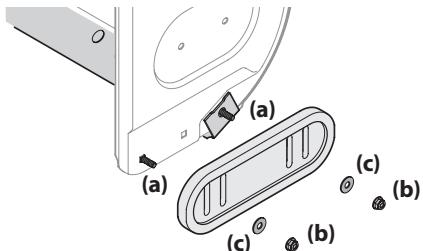

Figura 4-1
3. Gire y vuelva a montar las zapatas antideslizantes nuevas con los cuatro pernos de carro (a) (dos a cada lado) y las tuercas de brida hexagonales (b) y las arandelas planas (c). Consulte la Figura 4-1.